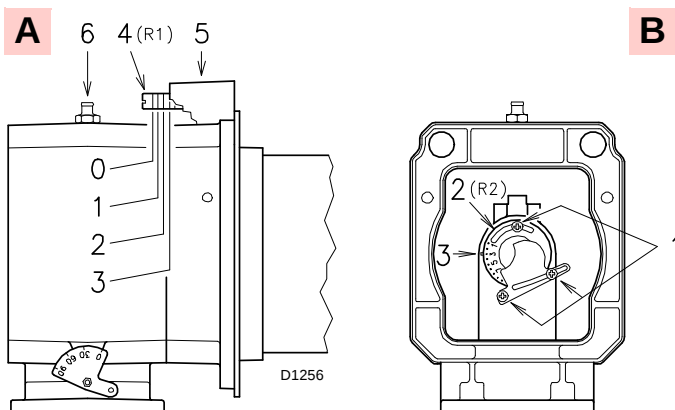
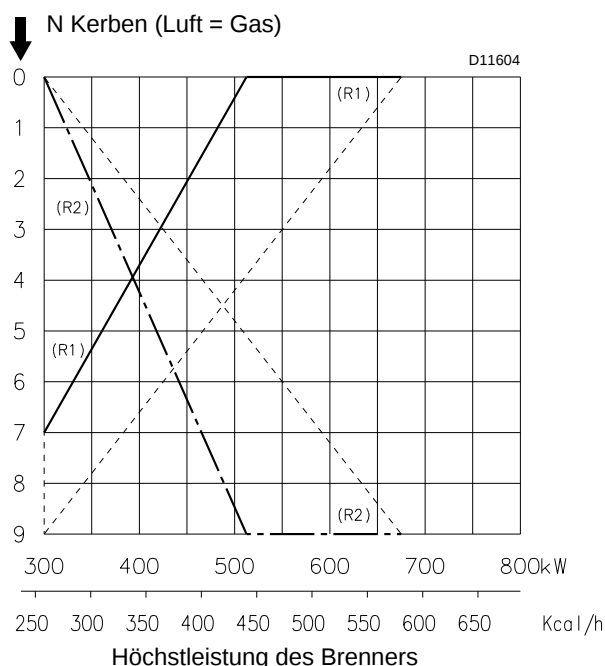

Abb. 16
Abb. 17
An dieser Stelle der Installation sind Flammrohr und Muffe gem. A) (Abb. 16) am Kessel befestigt.
- die der Luftzufuhr R1 (A, Abb. 16)
- die Gas-/Luftzufuhr R2 (B, Abb. 16)
Finden Sie im Diagramm von (Abb. 17) die Kerbe, auf die sowohl die Luft- als auch die Gas-/Luftzufuhr eingestellt wird.
Drehen Sie die Schraube 4) (Abb. 16), bis die gefundene Kerbe mit der Vorderfläche 5) (Abb. 16) des Flansches übereinstimmt.
Um die Einstellung zu erleichtern, die Schraube 6) (Abb. 16) lösen, die Einstellung vornehmen und dann die Schraube wieder festziehen.
Lockern Sie die 3 Schrauben 1) (Abb. 16)) und drehen Sie die Nutmutter 2) bis die gefundene Kerbe mit dem Index 3) übereinstimmt. Ziehen Sie die 3 Schrauben 1) fest.
Aus dem Diagramm (Abb. 17) ergibt sich, dass die Einstellungen für diese Leistung wie folgt sind:
Das Diagramm (Abb. 17) zeigt eine optimale Einstellung für einen Heizkesseltyp gemäß Abb. 4 a pag. 12. Wenn es der Gasdruck zulässt, lassen sich durch das Schließen der Nutmutter 2) (Abb. 16) Reduzierungen bei der Bildung von NO_x erzielen.